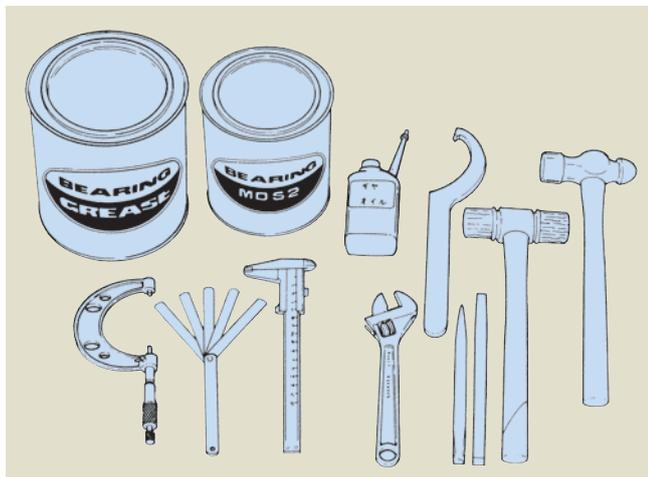
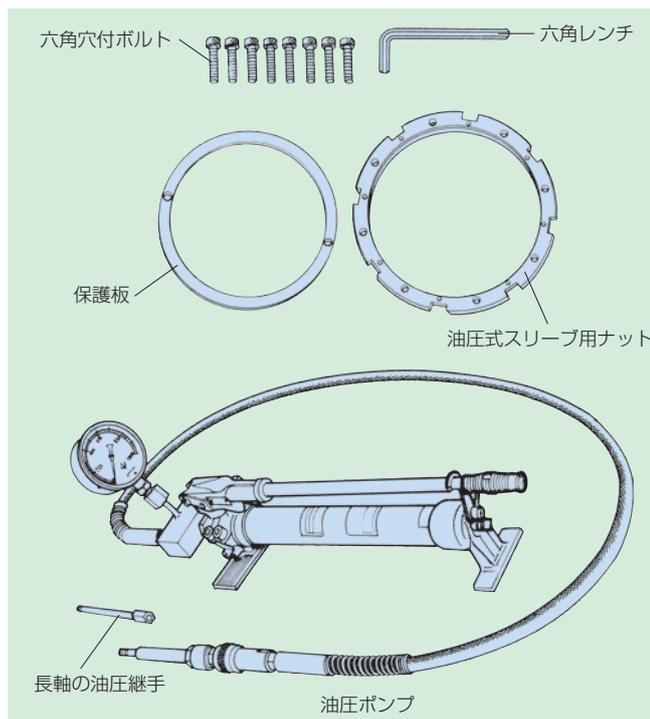

図2
図12
(1) 取付け作業に必要な工具類や潤滑油を用意します (図2参照)。
55ページ図2のほかに、油圧ポンプ、油圧式スリーブ用ナット、保護板、六角穴付ボルトを用意します（図12、13参照）。
取付けおよび取外し作業に必要な工具類、および油圧ポンプを用意します（55ページ図2参照）。そのほかの注意事項は、55ページの1. 準備事項と同じです。